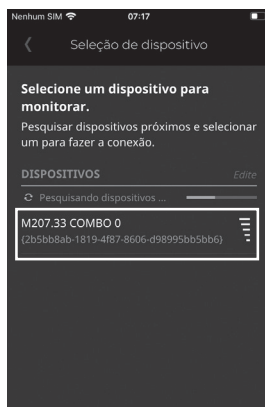

Figura 7B - Tela conexão bluetooth
6. Clique no dispositivo encontrado, similar ao exemplo da Figura 7B para conectar-se ao VFD EH.